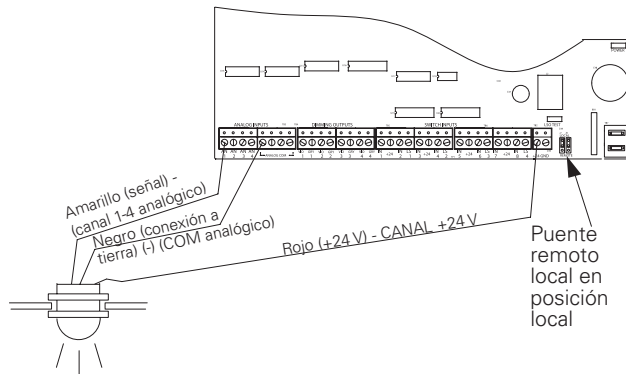

Figura 9: Cableado de la entrada analógica del ControlKeeper 4A
6. Asegúrese de que los puentes remotos locales se hayan movido a la posición local (sobre las 2 clavijas superiores) para ambos puentes (J7 y J8), para permitir así que los 24 VCC lleguen a los canales del interruptor de bajo voltaje. Consulte la Figura 9 para ver la ubicación.
7. Consulte los detalles de cableado en la Figura 9 para ver los detalles sobre las conexiones del fotosensor analógico Greengate incluido con el sistema del ControlKeeper 4A.